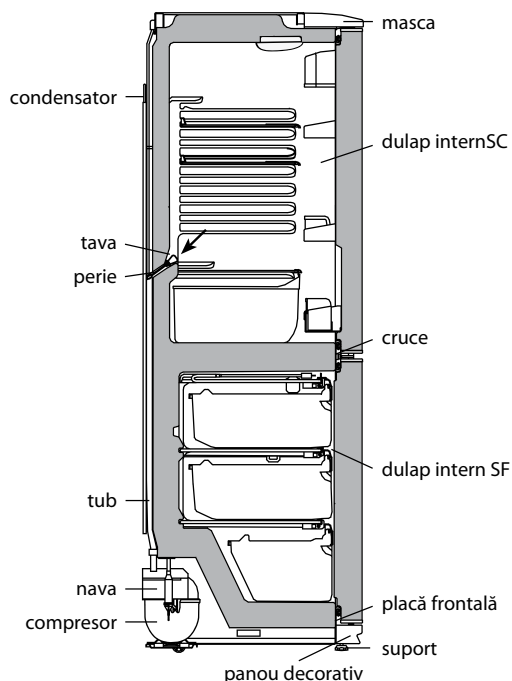

Figura 4 – Schema de eliminare a apei topite din SF
**2.3.1** În SF se utilizează sistemul automat de dezghețare. Chucura, care apare pe perețele din spate a SF, se topește în ciclul de dezghețare la deconectarea compresorului și se transformă în picături de apă. Picăturile de apă topită se scurg în vas și prin gaură în țevă patrund în țeavă navei pe compresor, în conformitate cu figura 4 unde și se evaporă. În gaura tavei este instalată o perie pentru a preveni înfundarea sistemului de evaporare.
Prezența apei în tavă indică la blocarea posibilă a scurgerii apei. Pentru a elimina contaminarea trebuie a curăța cu peria gaura în tavă, astfel că apa să se scurgă fără obstacole un vas, se spală peria și se instalează în conformitate cu figura 4.
**ATENȚIE!** Apa, care a apărut la partea de jos a SF poate trece în interiorul secției și poate provoca coroziunea dulapului în conformitate cu figura 4 și să conducă la esirea din funcție a frigiderului.